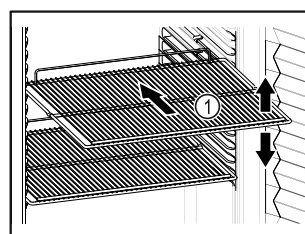

Fig. 50 Príklad zobrazenia
- ❑ Ak sa dajú odkladacie rošty Fig. 50 (1) premiestniť, prispôbte výšku.